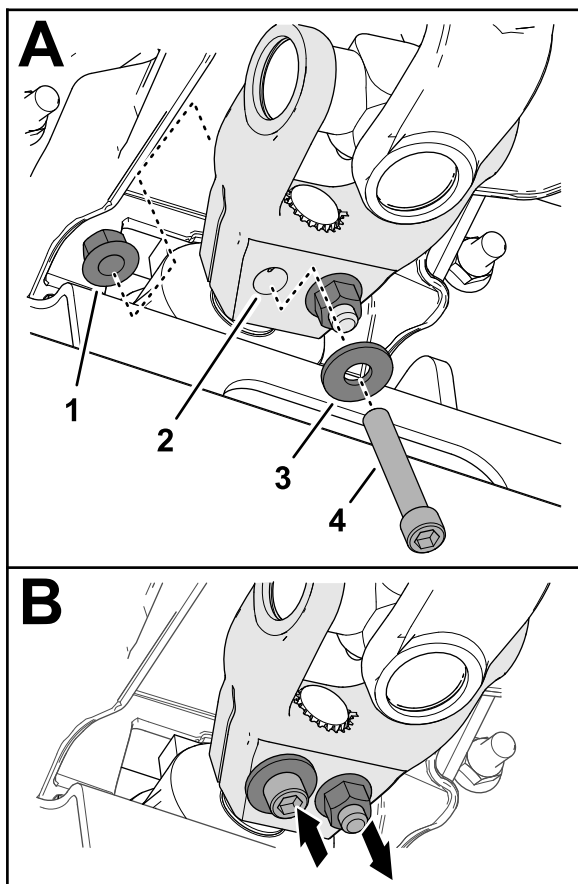

図 17
6. ソケットヘッドキャップスクリュ $\frac{3}{8}$ x $2\frac{1}{4}$ " にワッシャ $\frac{3}{8}$ " を通し、駆動シャフトのヨークの穴 図 17 に通して、フランジロックナット $\frac{3}{8}$ " で固定する。
- ソケットヘッドキャップスクリュー $\frac{3}{8}$ " x $2\frac{1}{4}$ "にワッシャー $\frac{3}{8}$ "を通し、駆動シャフトのヨークの穴 図 17 に逆方向から通して、フランジロックナット $\frac{3}{8}$ "で固定する。